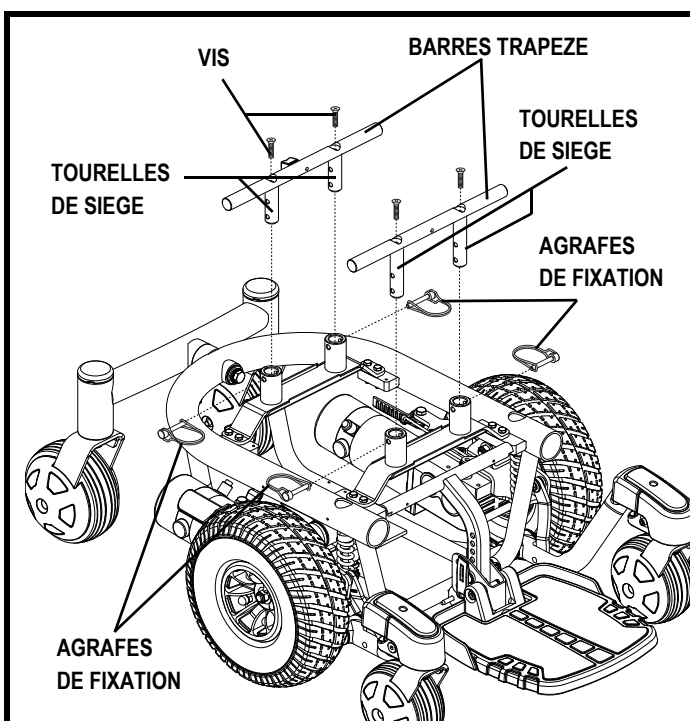

Figure 12. Réglage de la hauteur du siège - Trapeze barres trapèze
8. Retirez les agrafes de fixation qui retiennent des tourelles de siège à la base motorisé. **Voir la figure 12.**